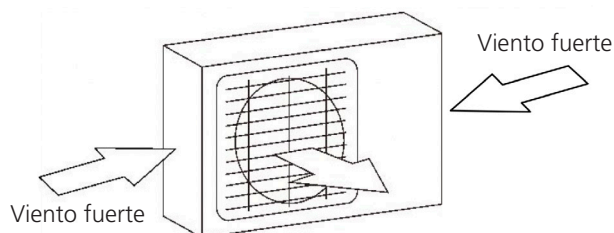

Fig. 4.1
- Si la zona de instalación está expuesta a la acción de fuertes vientos (por ejemplo, cerca del mar), proteja la unidad colocándola pegada a la pared. Si es necesario, utilice una marquesina. (Ver Fig. 4.1 y 4.2).